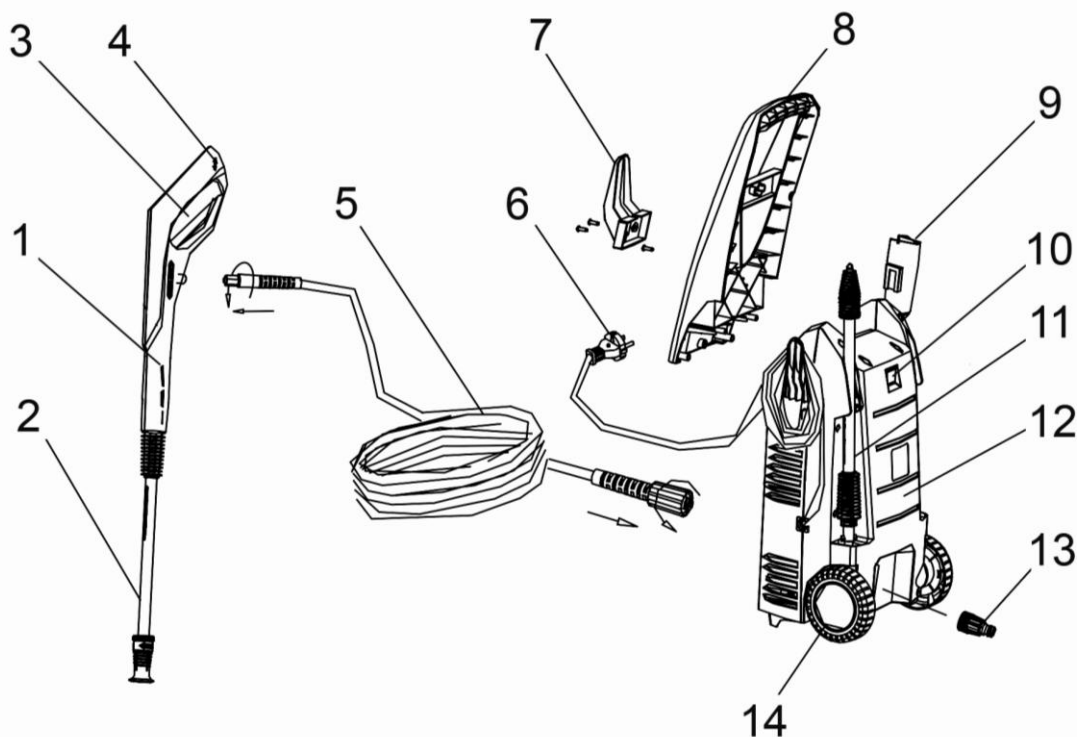

Рис. 1
- Установите ручку (8) (См. Рис.1) на корпус мойки.
- Установите скобу крепления сетевого шнура (7) (См. Рис.1) в установочный паз на пластиковой ручке.
- Установите пластиковый держатель (9) (См. Рис.1; 3) для пистолета-распылителя в скобу на корпусе мойки до щелчка.
- Прикрутите соединительный фитинг (13) (См. Рис.1; 4) с сетчатым фильтром предварительной очистки на входной канал подачи воды.
- Идущий в комплекте соединительный фитинг (13) (См. Рис.1) подсоедините к аппарату.
- Достаньте один конец шланга из емкости, и не выливая из него воду, подключите к соединительному фитингу (13)(См. Рис.1; 4) на мойке. Будьте аккуратны, не допускайте попадания воды на электрические соединения!
- Удостоверьтесь что пусковая клавиша пистолета (3) находится в выключенном положении; кнопка-блокиратор пуска (4)(См. Рис.1) активирована.
- Установите выключатель (10)(См. Рис.1) в положение в положение «ВКЛ» (ON).
- Отожмите кнопку блокировки (4) и направьте насадку пистолета-распылителя (2)(См. Рис.1) на обмываемый участок.
- Нажмите на пусковую клавишу (3)(См. Рис.1).
- Для прекращения подачи струи воды: отпустите пусковую клавишу (3)(См. Рис.1).
- Для выключения аппарата переведите переключатель (10) в положение «ВЫКЛ» (OFF).
- Отпустите пусковую клавишу (3)(См. Рис.1).
- Заблокируйте пусковую клавишу ручного пистолета-распылителя с помощью кнопки блокировки (4)(СМ. Рис.1)
- Во время продолжительных перерывов в работе (свыше 5 минут) аппарат следует выключать, для этого переведите выключатель (10)(См. Рис.1) в положение «ВЫКЛ» (OFF).
- При отжатии пусковой клавиши (3)(См. Рис.1) пистолета насос останавливается.